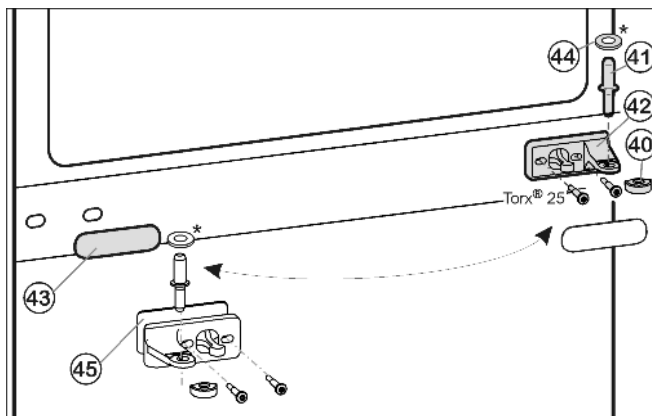

Fig. 13
- ▶ Вытащите из опорного кронштейна и нижней дверцы средний опорный палец Fig. 13 (41).
- ▶ Вытащите средний опорный палец Fig. 13 (41) с шайбой Fig. 13 (44) из опорного кронштейна и нижней дверцы.
- ▶ Снимите пластмассовый колпачок Fig. 13 (40).
- ▶ Открутите средний опорный кронштейн Fig. 13 (42) (2 шт. Torx® 25).
- ▶ Осторожно снимите накладку Fig. 13 (43).
- ▶ Прикрутите средний опорный кронштейн Fig. 13 (42) с подкладкой Fig. 13 (45) с поворотом на 180° на новую сторону шарнира (с моментом 4 Нм).
- ▶ Защелкните накладку Fig. 13 (43), повернув на 180°, на стороне, где теперь будет ручка.
- ▶ Снова наденьте пластмассовый колпачок Fig. 13 (40) на средний опорный кронштейн Fig. 13 (42).
- ▶ Вставьте средний опорный палец Fig. 13 (41) через средний опорный кронштейн Fig. 13 (42) в нижнюю дверцу.
- ▶ Установите шайбу Fig. 13 (44) на средний опорный палец Fig. 13 (41).
- ▶ Установите верхнюю дверцу на средний опорный палец Fig. 13 (41), закройте дверцу и установите верхний опорный кронштейн Fig. 10 (23) так, чтобы он защелкнулся в верхней стороне устройства.